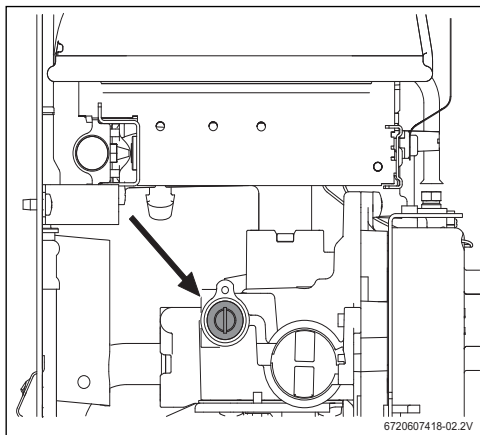

Fig. 15 Parafuso de ajuste de caudal de gás máximo
- ▶ Retirar a selagem do parafuso de ajuste (Fig. 15).
- ▶ Utilizando o parafuso de ajuste (Fig. 15) regular a pressão até atingir os valores indicados na tabela 9.